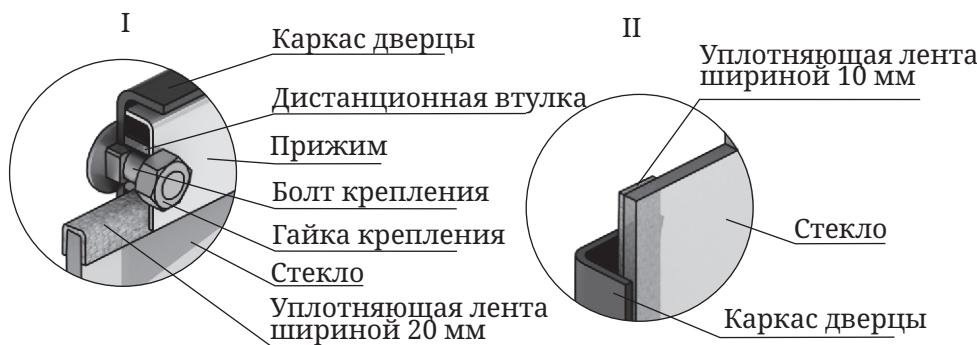

Рисунок 20. Крепление светорозрачного экрана дверцы модификации «Витра»
1. Отверните две гайки, фиксирующие прижим (рисунок 20.I), демонтируйте его и дистанционные втулки.
- Возьмите новое стекло. Если на нем нет уплотняющих лент, наклейте их: лента шириной 20 мм наклеивается сверху и снизу стекла «П» - образно (рисунок 20.I), лента шириной 10 мм наклеивается вертикально, вдоль боковых сторон стекла (рисунок 20.II).
- Вставьте стекло в упор, при этом лента, наклеенная с боковых сторон (вертикальная) должна быть зажата между стеклом каркасом дверцы (рисунок 20.II).
Внимание! Гайки, крепящие прижим, накручиваются на болты крепления через дистанционные втулки (рисунок 20.I).